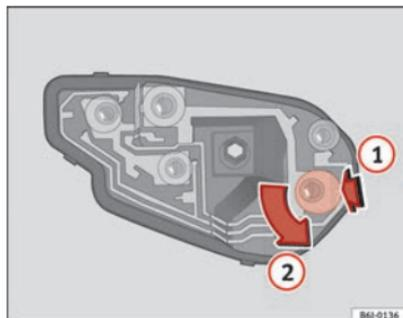

Fig. 168 Cambio lámparas luces posteriores
- Una vez retirado el portalámparas, presione hacia abajo en el sentido de la flecha (1) y gire a la vez en sentido de la flecha (2) ⇒ fig. 168.